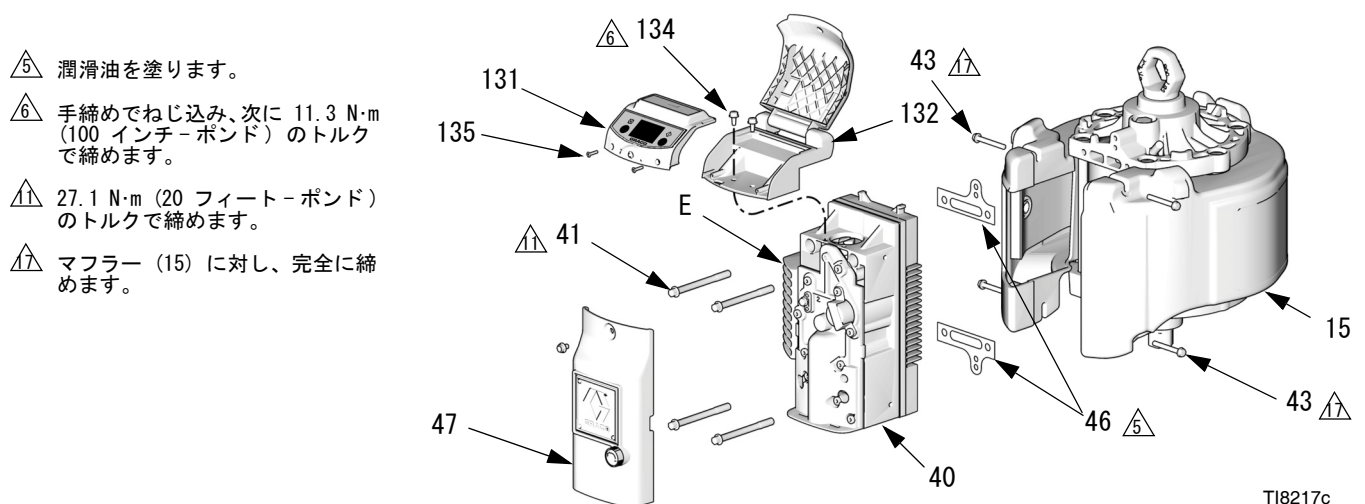

図 9. エアバルブの取り外し (DataTrak モジュール付きモデルを以て示す)
4. 図 9 を参照してください。外側バルブカバー (47) を外します。
- a. **DataTrak モデル**：ネジ (135) 2 本を外します。DataTrak モジュール (131) を注意深く取り外します。14 ページを参照してください。ランナウェイソレノイドとセンサーケーブルの接続をモジュール板から外します。2 本のネジ (134) を外し、注意しながらハウジング (132) をエアバルブから滑らせて外します。
7. 図 9、21 ページを参照してください。ガスケット (46) を潤滑し、エアバルブ (40) の後の穴に合わせていることを確認します。エアバルブを取り付けます。ネジ (41) を取り付け、および 27.1 N·m (20 フィート・ポンド) のトルクで締めます。ネジ (43) を手で通し、マフラー (15) にネジを完全に締め付けます。
- ⚠ 2 **重要**：スプリング (S) を永久的に変形させないでください。支障を避けるため、スプリングをピストン (119) に対して完全に締まっている必要があります。